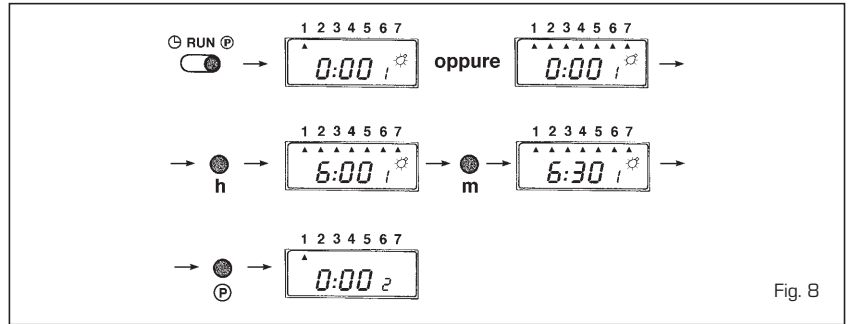

Fig. 8
- Seleção do programa (fig. 8)